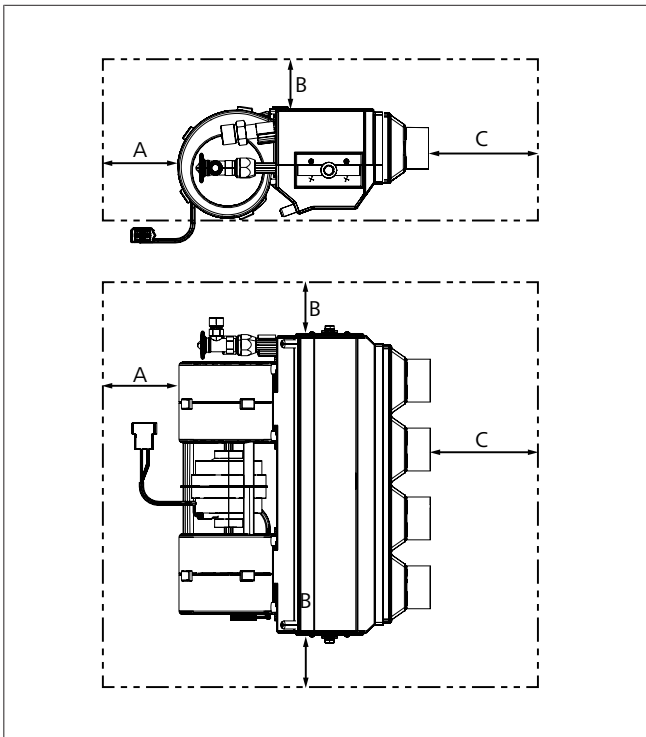

Fig. 13 Distanza minima
- Rispettare le distanze minime riportate nella Fig. 13.